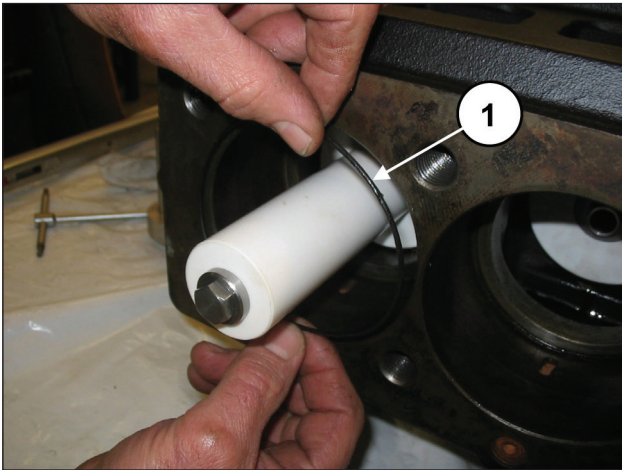
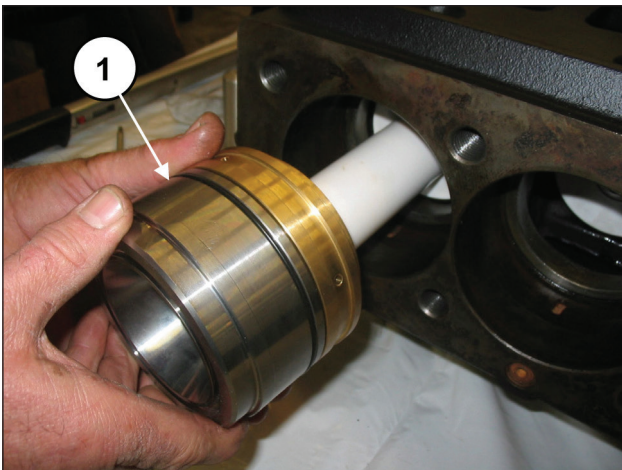

Fig. 149
Fig. 150
Insira o O-ring dentro do cárter da bomba (pos. ①, Fig. 149) e em seguida o bloco da camisa + suporte das juntas (dotado do mesmo O-ring) anteriormente montado até o batente (pos. ①, Fig. 150).